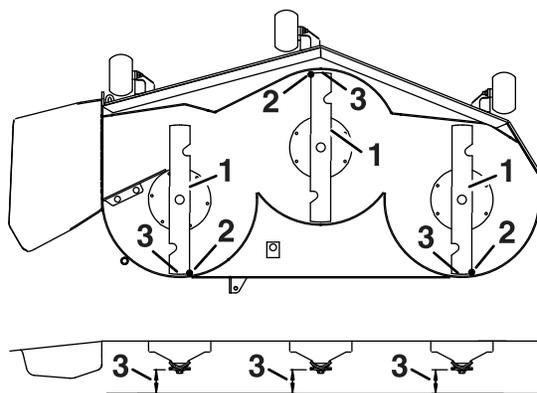

Figura 84
7. Controllate il livello della lama in direzione longitudinale (Figura 84). Accertate che la punta della lama anteriore sia più bassa della punta della lama posteriore mostrata nella tabella dell'angolo di spoglia e dell'altezza del blocco. Se necessita di regolazione, proseguite con questa procedura.